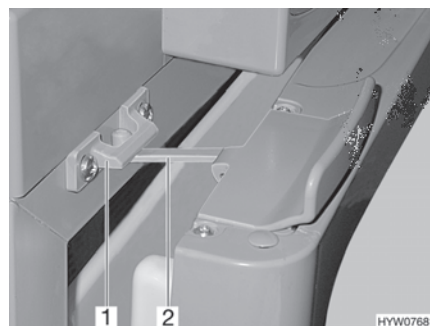

Bild 135 Kylskåpsdörr i ventilationsläge (Thetford)
■ För upp låset (Bild 135,2) och haka fast det i låsfästet (Bild 135,1). Därvid stannar kylskåpsdörren i öppet läge.